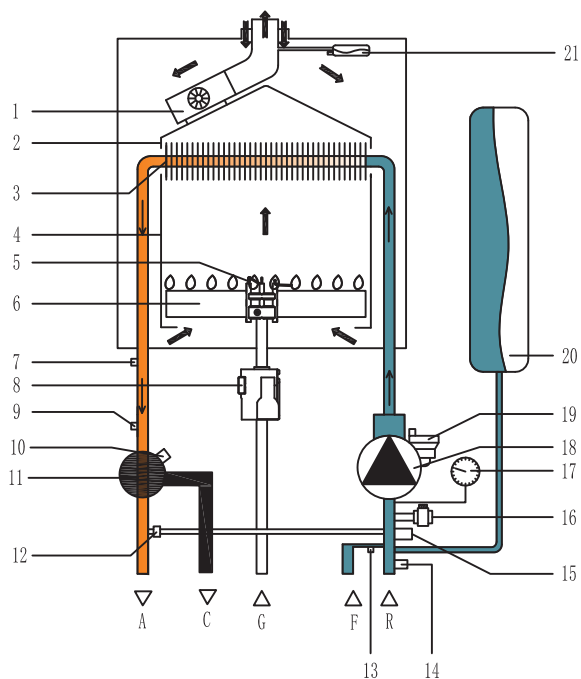

Рис. 3
3.6.1 Принципиальная схема циркуляции теплоносителя (рис. 3)